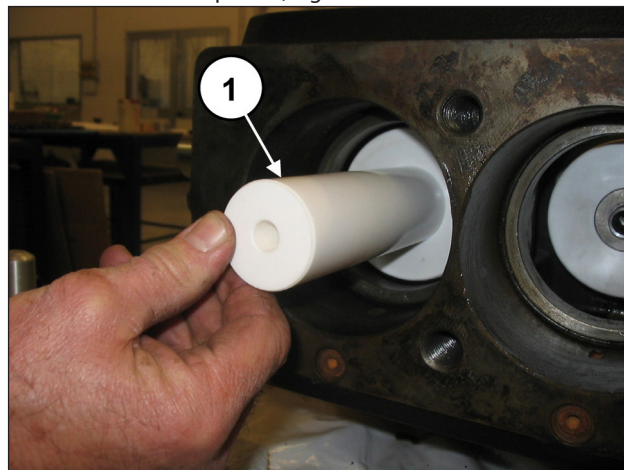
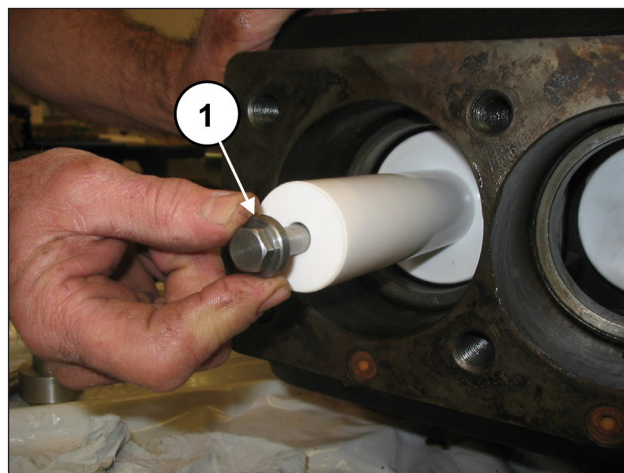

Fig. 137
Fig. 138
Montar los pistones en las guías (pos. ①, Fig. 137) y extraerlos como se indica en la pos. ①, Fig. 138.